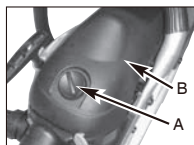

Fig. 15A
1. Retire el pomo (A) que sujeta la cubierta del filtro de aire en su lugar y retire la cubierta superior (B) aflojando los tornillos que sujetan la cubierta. La cubierta se levantará. (Fig. 15A)